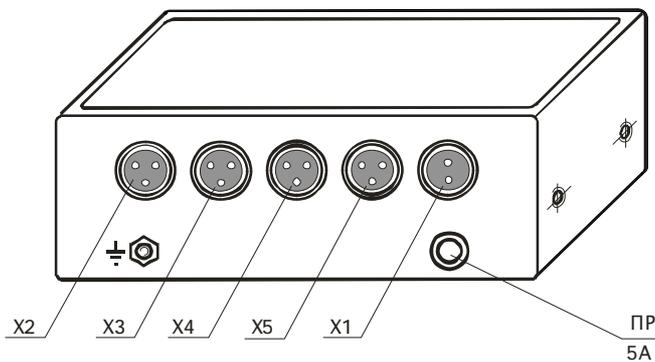

Рис.2
а) системный блок (рис.1, рис.2) – 165x165x55 мм;
3.1.1. Отмашка светоимпульсная “ИМРАСТ” состоит из системного блока (рис.1, рис.2), четырех сигнальных фонарей (рис.3) и пульта управления (рис.5).
3.1.2. На корпусе системного блока (рис.1, рис.2) смонтированы разъемы: X1-для подачи питания, X2...X5 - для подключения сигнальных фонарей и X6 – для подключения пульта управления, плавкая вставка и шпилька с шайбами и гайкой для подключения заземления.